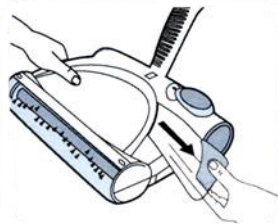

Fig. 11
1. Tire del recipiente para la tierra hacia fuera desde el costado. (Fig. 11)